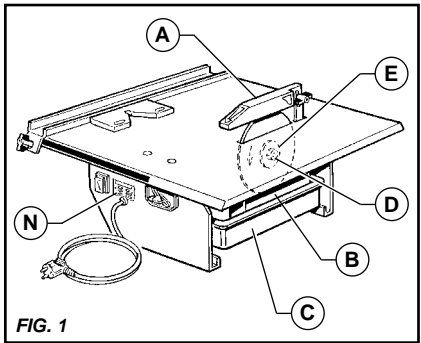

FIG. 1
- S'assurer du voltage du réseau, identique à la plaque signalétique N de la machine [FIG. 1].